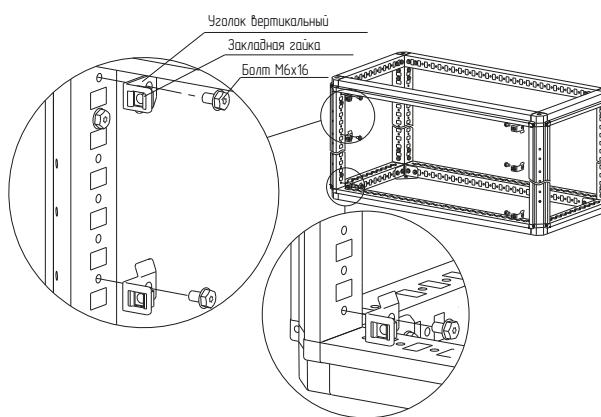

Рисунок 1
4.1.2 В уголки установить закладные гайки и закрепить на каркасе болтами самонарезающими M6×16 в местах, соответствующих высоте фальш-панели внешней компенсирующей (рисунок 1). Момент затяжки – 7 Н·м.